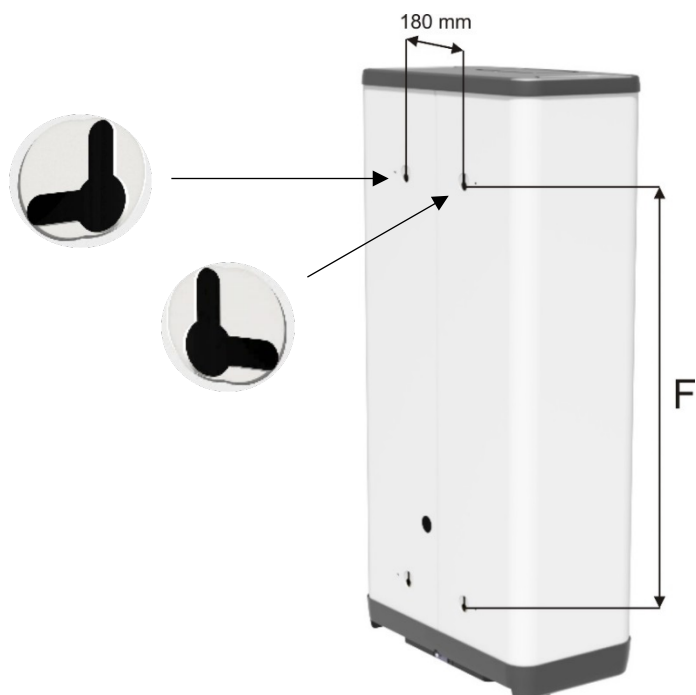
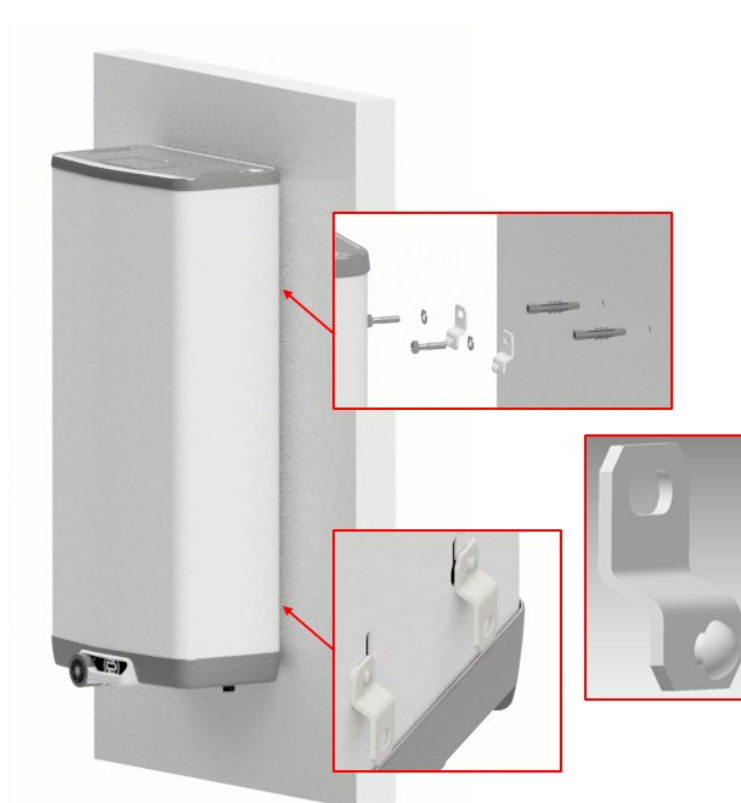

Abbildung 3
Abbildung 4
**Der Heißwasserspeicher ist senkrecht direkt an die Wand zu montieren.** Die Verankerungsschrauben müssen den garantierten Abstand  $t=180$  mm und den Abstand  $F$  je nach Volumen des Heißwasserspeichers (Abbildung 3) haben oder mittels Hängebügel erfolgen. 2 obere Hängebügel sind an der Wand zu befestigen und 2 untere Hängebügel sind in die unteren Öffnungen des Heißwasserspeichers zu setzen, die unteren Hängebügel dienen als Stützen (Abbildung 4). **Die Hängebügel (4 Stück) gehören zum Liefer- und Pakettvolumen.**